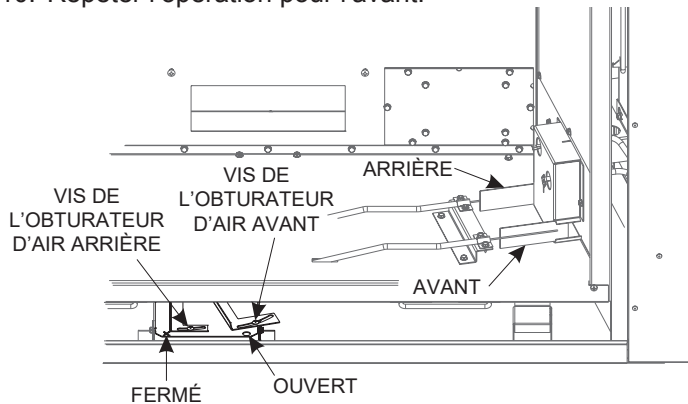

Figure 6
9. Desserrer la vis de l'obturateur d'air arrière et faire tourner la poignée vers la droite jusqu'à obtenir une ouverture complète et serrer la vis. **Voir Figure 6.**